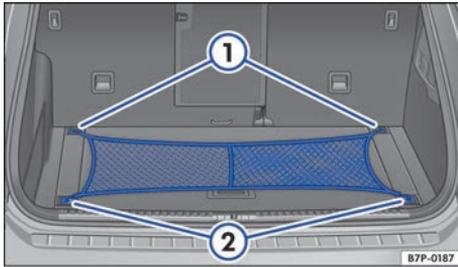

Fig. 128 En el maletero: bolsa de red enganchada.
- Fije los ganchos traseros de la bolsa en las argollas de amarre situadas junto al respaldo trasero → fig. 128 ①.
- Fije los ganchos delanteros ② de la bolsa en las argollas de amarre situadas junto al umbral de carga.